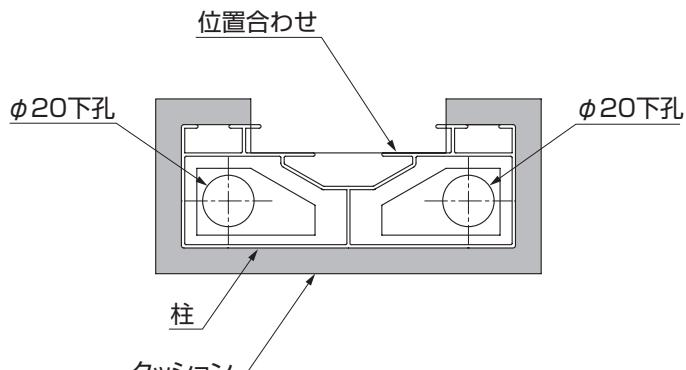

図2-10
- ①クッション貼付け面のホコリ、水分を取除いてください。
- ②クッションの剥離紙をはがして、位置を合わせて地面に隙間ができるないように貼付けてください。 (図2-10参照)